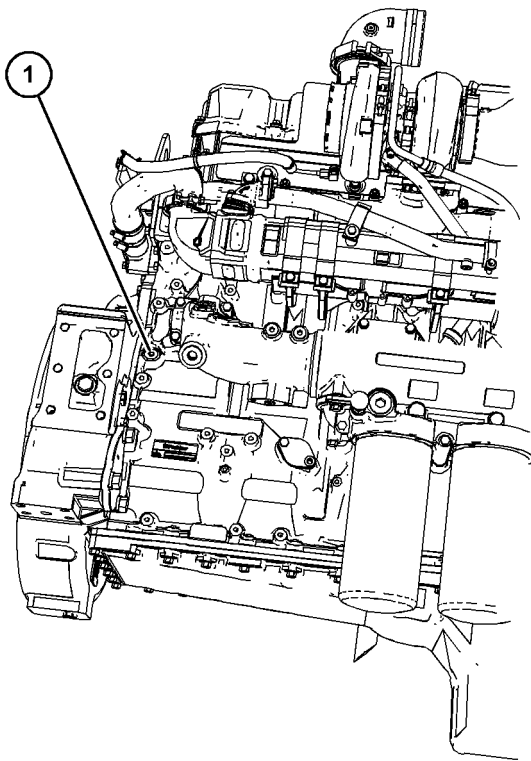

Abbildung 29
Einen der in Abbildung 29 gezeigten Stopfen entfernen, um mit dem Motorölsystem zu verbinden. Das Verbindungsteil benötigt die Maße 9/16" x 18 TPI (Gangzahl je Zoll). Darauf achten, dass die richtige Ölsorte verwendet wird; zu weiteren Informationen siehe dieses Betriebs- und Wartungshandbuch, "Flüssigkeitsempfehlungen". Wenn die Motorinnenflächen geschmiert sind, Verbindungsteil entfernen und Stopfen (1) einschrauben. Den Stopfen mit einem Anziehdrehmoment von 30 N·m (265 lb in) festziehen. Perkins empfiehlt, das Verfahren bei einer Umgebungstemperatur von mindestens 10° C (50° F) durchzuführen.